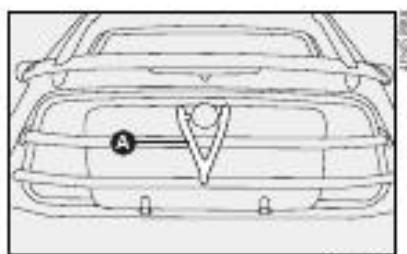

fig. 77
- introduzir o vidro do teto solar, com a manivela de basculamento voltada para o compartimento de carga, no espaço existente entre o vidro traseiro e a grade de proteção, fazendo-o deslizar por entre as guias existentes para esta finalidade fig. 77;
- fixar o vidro do teto solar à grade de proteção por meio da correia de borracha A-fig. 77 (localizada na bolsa de ferramentas), conforme indicado.